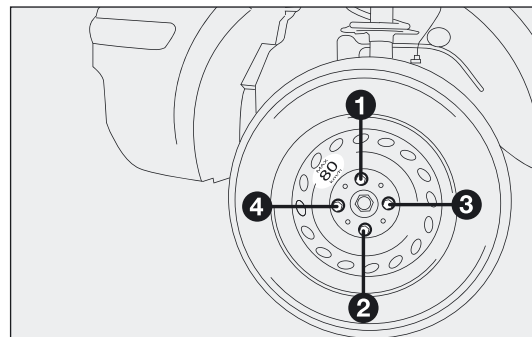

fig. 155
- ☐ draai met de bijgeleverde sleutel de wielbouten kruislings vast, in de volgorde die in fig. 155 is aangegeven;